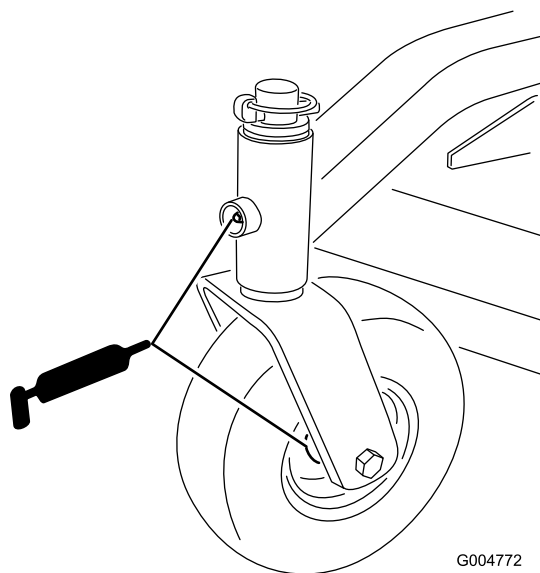

Figure 24
1. Lubrifiez les roulements des roues pivotantes avant ainsi que les pivots avant (Figure 24).
4. Enlevez le chapeau de moyeu de la roue arrière. Graissez le roulement de la roue arrière (Figure 24).